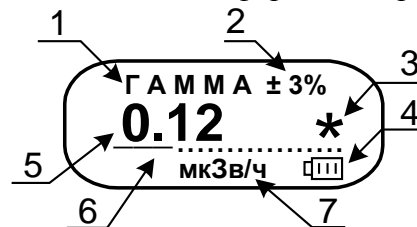

Рис.2. Пример отображаемой на дисплее информации
1.4.2.1 Пример отображаемой на дисплее информации представлен на Рис. 2